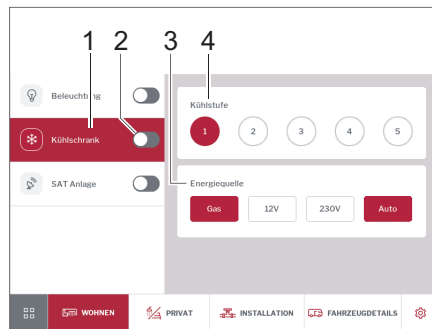

Bild 263 Kühlschrank
- Mit Schiebeschalter (Bild 263,2) Kühlschrank ein- oder ausschalten.
- Auf Schaltfläche *Kühlschrank* (Bild 263,1) tippen.
Im Bedienfeld können die Kühlstufe (Bild 263,4) und die Energiequelle (Bild 263,3) eingestellt werden.